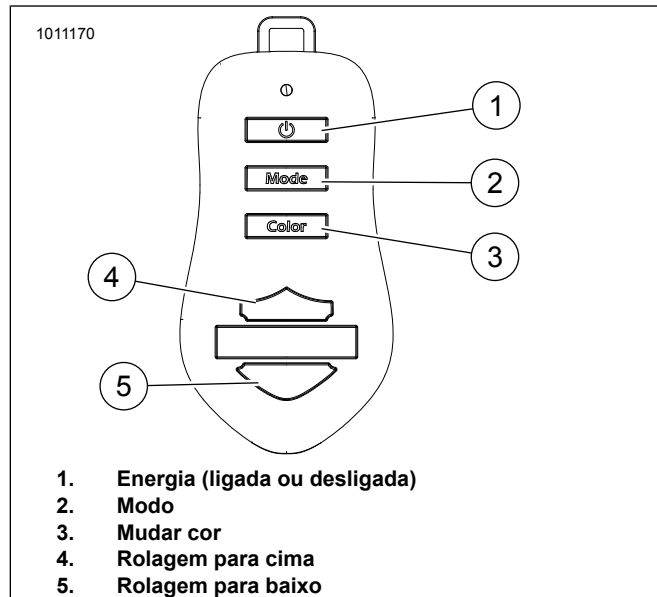

Figura 3. Controle remoto
2. Veja a figura 3. Pressione o botão de energia (1) no controle remoto.
1. Veja a figura 3. Pressione o botão de modo (2) para alternar entre os três modos.
b. Pressione o botão de rolagem para cima (4) para aumentar a velocidade gradualmente. Segure para aumentar a velocidade rapidamente.
c. Pressione o botão de rolagem para baixo (5) para diminuir a velocidade gradualmente. Segure para diminuir a velocidade rapidamente.
1. Veja a figura 3. Pressione o botão de mudança de cor (3) para rolar e alterar as zonas de cores.